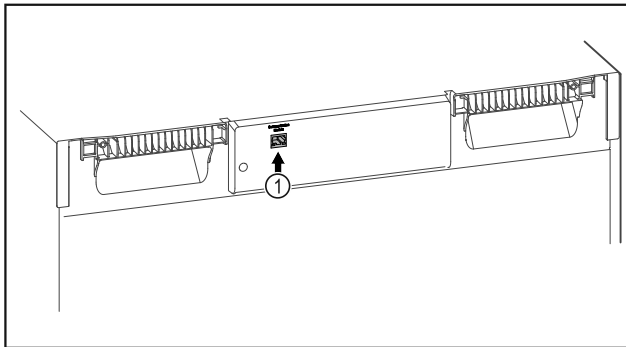

Fig. 86
- SmartModule Fig. 86 (1) är insatt.